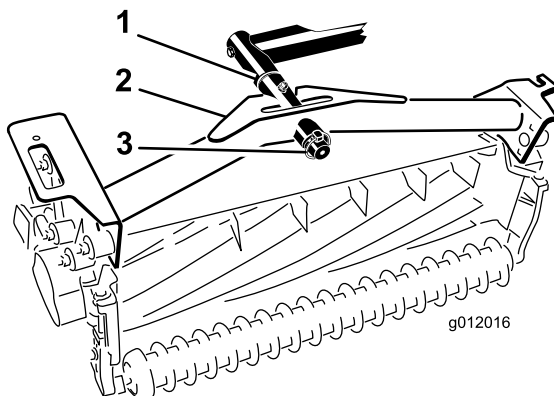

Figura 21
2. Fate scorrere il telaio portante dell'apparato di taglio sull'asta orientabile e fissatelo con un acciarino (Figura 21).